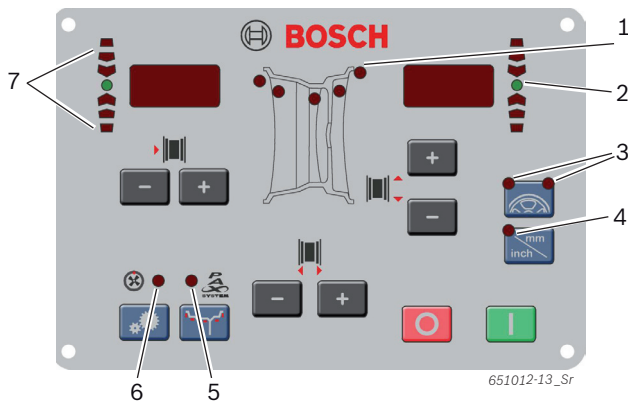

Fig. 5: LEDs auf Bedienfeld/Anzeigefeld
- ➔ Über die LEDs (Fig. 5, Pos. 1) werden die Positionen der Auswuchtebenen für jedes Auswuchtprogramm angezeigt.
I Bei einem gewählten PAX-Auswuchtprogramm leuchtet zusätzlich die LED Pax (Fig.5, Pos. 5).
- ⇒ Beide LEDs der <SPLIT>-Taste (Fig. 5, Pos. 3) leuchten.
- ⇒ Sobald die Position zur Befestigung des Auswuchtgewichts erreicht ist, leuchtet die LED (Fig.5, Pos. 2). Ein Signalton bestätigt die korrekte Position (hinter einer Speiche).
LEDs in Pfeilform (Fig. 5, Pos. 7) geben an, in welche Richtung das Rad gedreht werden muss, um die 12 Uhr-Position für die Befestigung des Auswuchtgewichtes zu erreichen.